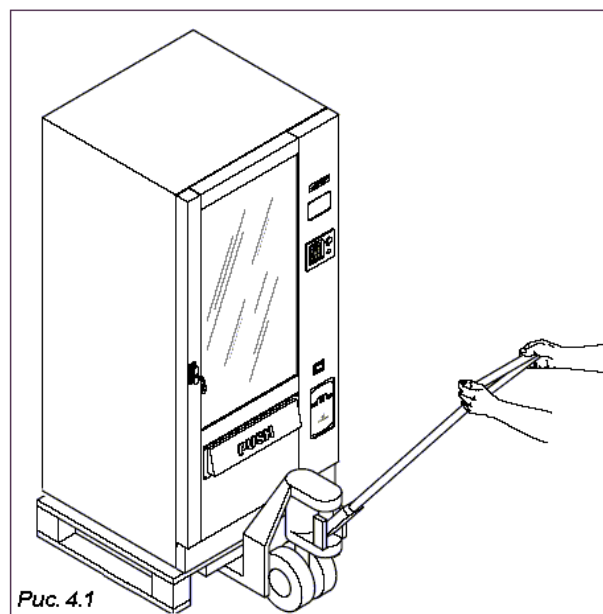

Рис. 4.1
4.1 Перемещение и транспортировка (Рис. 4.1)